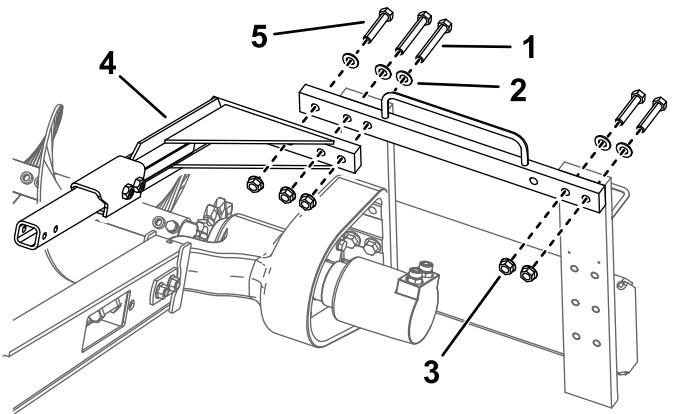

Bild 10
1. Schraube (6)
8. Entfernen Sie die zwei Schrauben ($\frac{5}{8}$ " x 3"), zwei Scheiben und zwei Muttern, mit denen die rechte Seite des oberen Rahmens befestigt ist, und versetzen sie in die entsprechenden Löcher an der linken Seite (Bild 10).
1. Schraube, $\frac{5}{8}$ " x 4" (2)
2. Scheibe (5)
3. Mutter (5)
5. Schraube, $\frac{5}{8}$ " x 3" (3)
- Schrauben, Scheiben und Bundmuttern über der Grabkette (**Bild 10**).